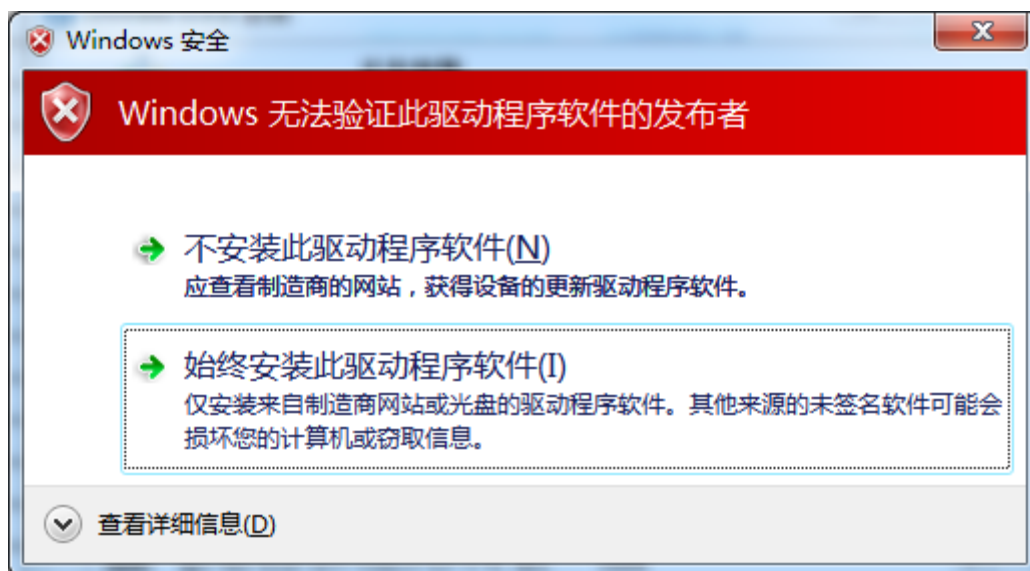

图 1-5
6) 如果出现下图（图 1-5）所示窗口，请选择“始终安装此驱动程序软件”，以完成正确安装：